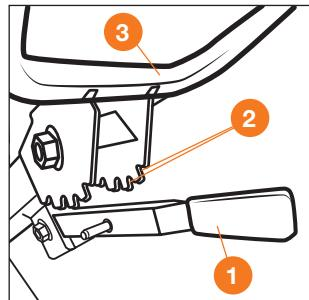

Рис. 21
- Нажмите рычаг ① регулировки высоты наклона рукоятки оператора вниз.
- Установите рукоятку ③ на требуемую высоту ②.
- Задержите выбранное положение, вернув рычаг в исходное положение (Рис. 21).